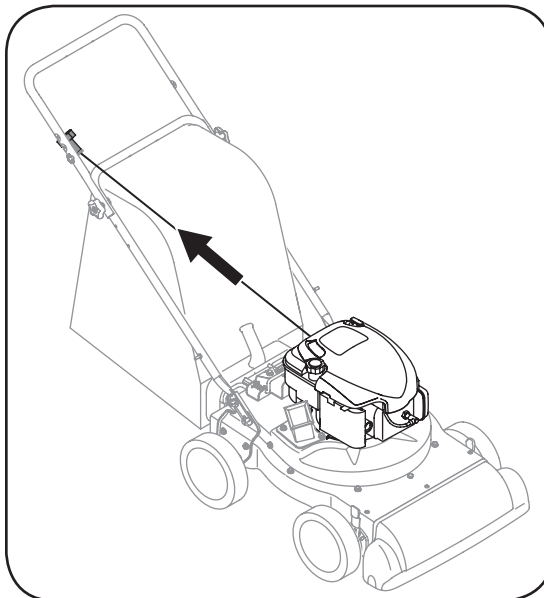

Figura 4-3
6. Situado detrás de la unidad, tome la manija del arrancador y tire de la cuerda hasta que sienta un tirón. Vea la figura 4-3.